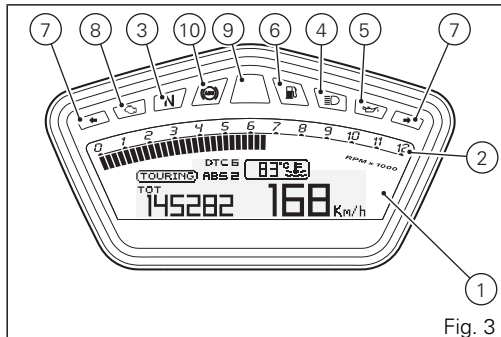

Fig. 3
10) ABS LIGHT  (AMBER YELLOW) (Fig. 3).